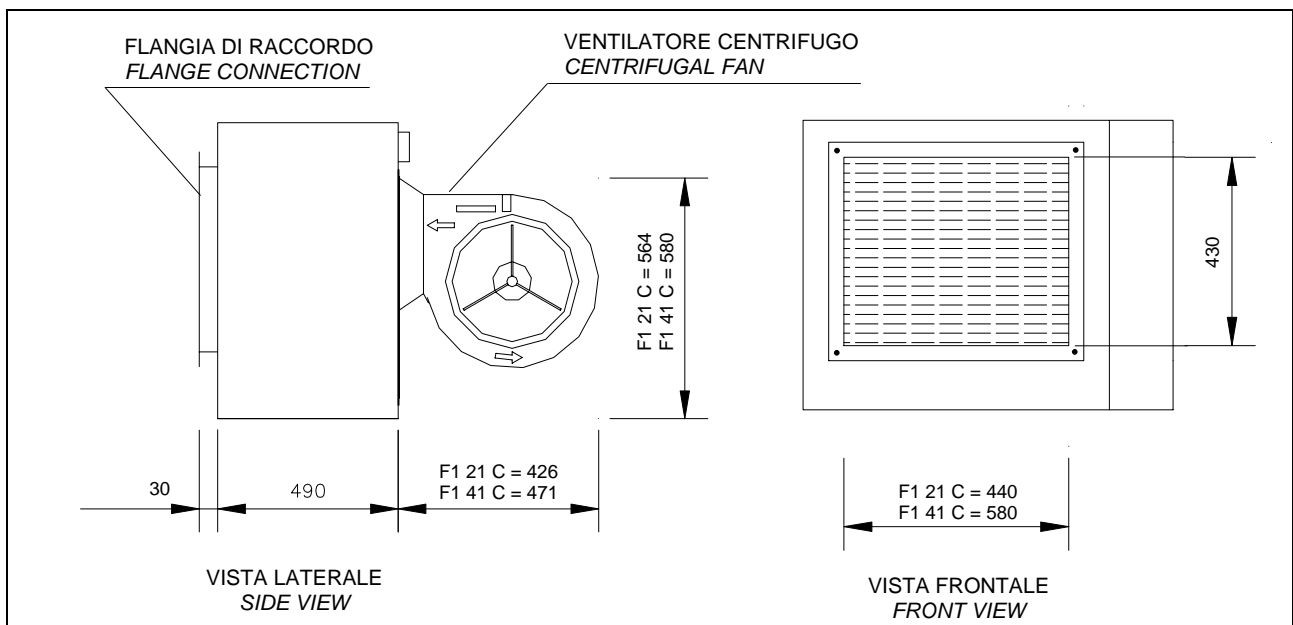

Figura 1 / Figure 1 – DIMENSIONI / DIMENSIONS
- n.1 ventilatore centrifugo ad alta prevalenza che consente di canalizzare la mandata d'aria calda (vedi Figura 1)
- n.1 flangia di raccordo, montata sulla bocca di mandata (vedi Figura 1), che consente il collegamento ad una canalizzazione d'aria (previa interposizione tra flangia e canalizzazione di un giunto antivibrante disponibile come optional).